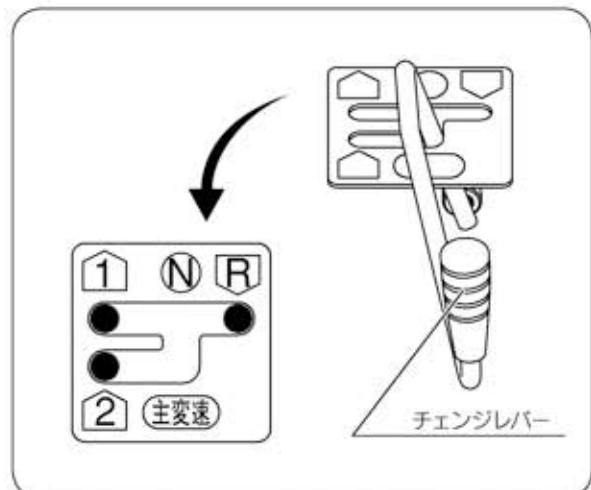

図11
- ① チェンジレバーを進行方向の位置にしてください。 (図11)